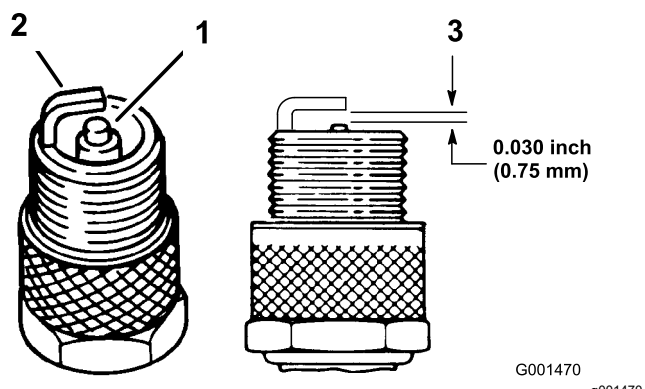

Figure 20
1. Examinez le centre des bougies (Figure 20). Si l'isolateur est recouvert d'un léger dépôt gris ou brun, le moteur fonctionne correctement. S'il est recouvert d'un dépôt noir, cela signifie généralement que le filtre à air est encrassé.
2. Contrôlez l'écartement entre l'électrode centrale et l'électrode latérale (Figure 20). Courbez l'électrode latérale (Figure 20) si l'écartement est incorrect.
3. Branchez les fils aux bougies (Figure 20).